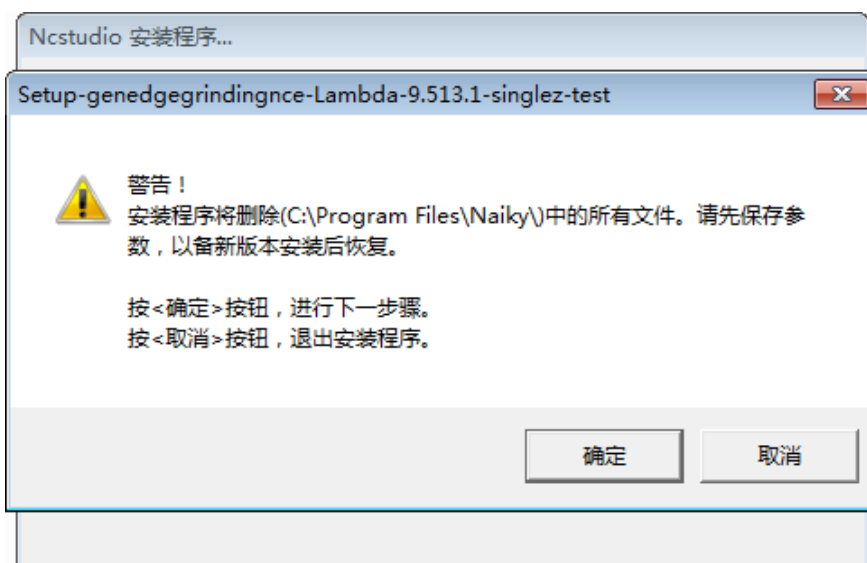

图 2-8 参数保存提示界面
2. 选择语言环境后即可继续安装。若非第一次安装 NcStudio 文件，安装过程中会提示删除原有文件，界面如图 2-8 所示，确定后可继续安装，否则退出安装程序；